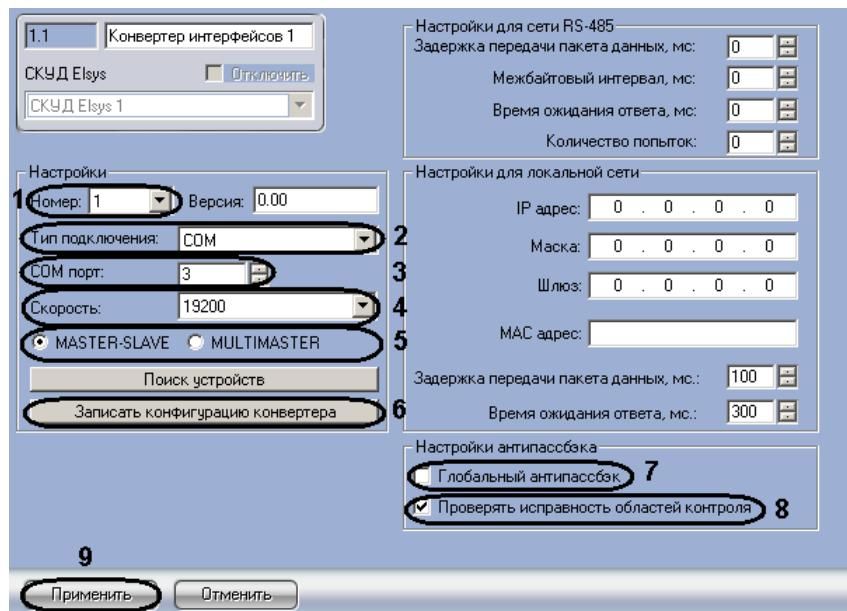

Рис. 3.2-4 Панель настроек объекта Конвертер интерфейсов
1. Перейти на панель настроек объекта **Конвертер интерфейсов** (Рис. 3.2-4).
2. Из раскрывающегося списка **Номер**: выбрать уникальный идентификатор соединения (см. Рис. 3.2-4, 1).
3. Выбрать тип подключения **СОМ** из соответствующего раскрывающегося списка (см. Рис. 3.2-4, 2).
4. Выбрать с помощью кнопок **вверх-вниз** номер СОМ-порта, через который будет установлена связь с Сервером (см. Рис. 3.2-4, 3).
5. Выбрать скорость подключения из соответствующего раскрывающегося списка (см. Рис. 3.2-4, 4).
6. Установить переключатель в положение **MASTER-SLAVE** (см. Рис. 3.2-4, 5).
7. Для контроллеров, которые будут подключены через СОМ-порт, установить флагок **Глобальный антипассбэк** для включения глобального контроля последовательности прохода (защиты от повторного использования идентификатора для прохода в одном направлении), сохраняющего свою полную функциональность при отсутствии связи с Сервером (подробнее о режимах работы антипассбэка СКУД Elsys можно узнать в официальной справочной документации по данной системе) (см. Рис. 3.2-4, 7).
- последовательности прохода при наличии неисправных областей контроля (т.е. тех, которые содержат отсутствующие на линии связи устройства, см. Рис. 3.2-4, 8).
9. Для сохранения внесенных изменений нажать кнопку **Применить** (см. Рис. 3.2-4, 9).
10. Для записи изменений конфигурации нажать кнопку **Записать конфигурацию конвертера** (см. Рис. 3.2-4, 6).